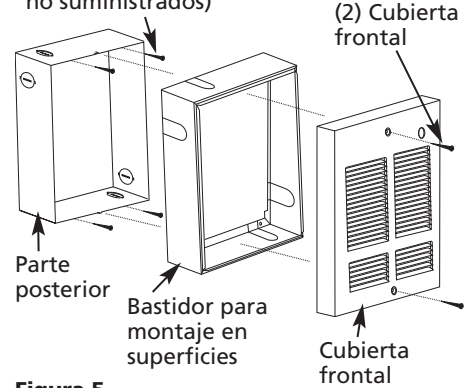

Figura 5
- Este calentador ha sido diseñado para montarse en la pared (excepto unidades de 1000 vatios que pueden montarse en cielo raso) utilizando una caja posterior – incluida, y puede instalarse con la caja posterior empotrada con el juego de montaje en superficie opcional modelo 5ZK72D – Consulte la Figura 5.
2. Si el suministro eléctrico se proporciona desde dentro de la pared o el cielo raso, destape un agujero ciego en la parte posterior de la caja posterior, instale una abrazadera de cable y deje aproximadamente 152 mm (6 pulg.) de cable dentro de la caja posterior. Fije la caja posterior en la estructura del edificio usando (4) agujeros en la caja posterior (consulte la Figura 5).